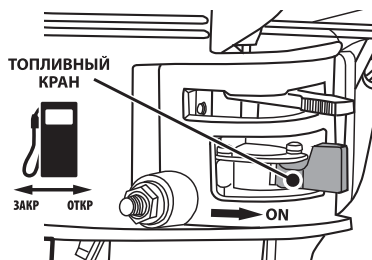

рис. 13
4. Переведите топливный кран в положение «Открыто» (крайнее правое) (рис. 13).